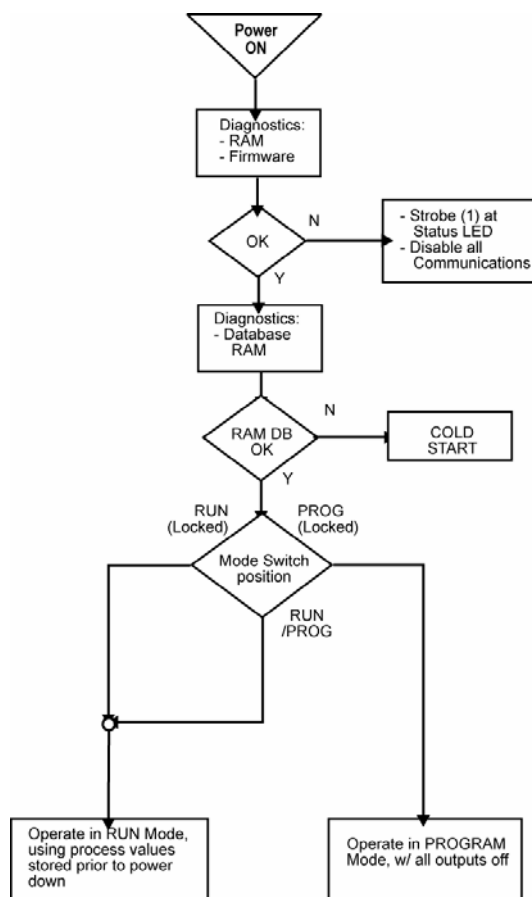

Figura 78 – Operazione di avviamento a caldo
Un avviamento a caldo consiste nel riavvio della strategia di controllo utilizzando i dati dinamici memorizzati nella RAM con batteria di supporto per consentire la ripresa dell'azione di controllo esattamente com'era prima del riavvio. Nella procedura di avviamento a caldo (di cui viene fornito un diagramma di flusso nel flusso principale della Figura 78), le prove diagnostiche verificano l'integrità dell'hardware, del software e del database di configurazione, con il risultato di un avviamento a caldo del controllo del processo. L'azione di controllo viene ripresa esattamente com'era prima dell'interruzione di corrente.
- Dopo un'interruzione di corrente, quando la diagnostica indica che l'hardware e il software del regolatore sono intatti, ma il contenuto del database nella RAM è errato. (Vedere la Figura 78.)